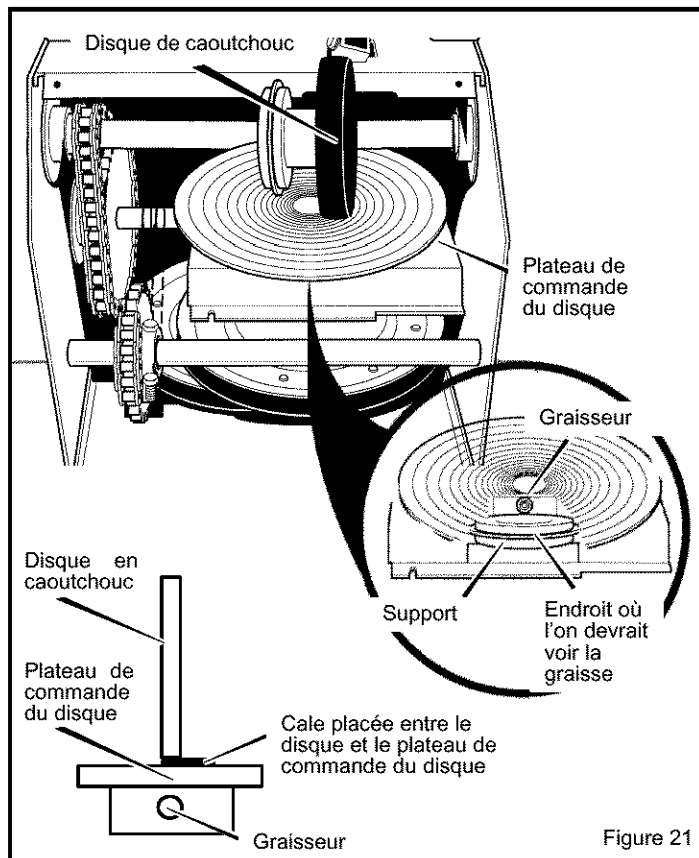

Figure 21
4. Faire tourner à la main le plateau de commande du disque de dessous dans le sens des aiguilles d'une montre jusqu'à ce que le graisseur soit bien visible au centre (Voir Figure 21).
6. Pour le graissage, utiliser un pistolet à graisse et de la graisse à haute température EP Moly. Voir les détails en Figure 21. **NE PAS** verser de quantité excessive d'huile et **ÉVITER** que de la graisse entre en contact avec le plateau de commande ou le disque car cela endommagerait le caoutchouc. Remplir le graisseur jusqu'à ce que la graisse apparaisse sous le support situé sous le graisseur.